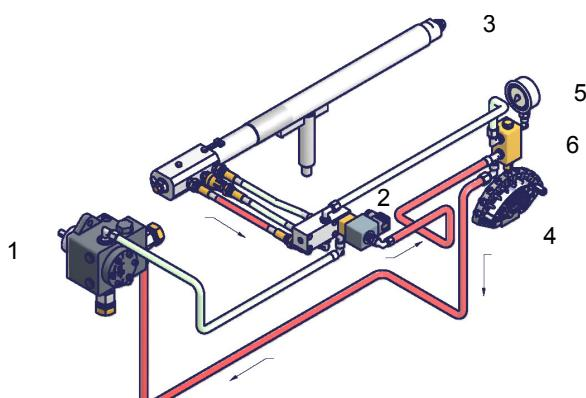

Fig. 15 - Parada
- 15 desplazar la leva III (llama baja) hacia el mínimo para que el servocontrol comience a cerrarse hasta que los dos cojinete estén en correspondencia con el tornillo de regulación respecto al punto más bajo: enroscar el tornillo V para aumentar el caudal, desenroscarlo para disminuirlo, a fin de obtener el valor de la presión como se indica en el diagrama de la Fig. 15, en función del caudal requerido.